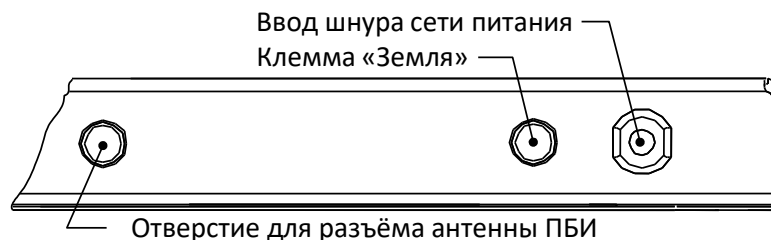

Рисунок 3 - Вид сзади
На задней стенке основания (рисунок 3) находятся: отверстие для установки антенны ПБИ, клемма «Земля», для заземления аппарата, и ввод для шнура сети питания.
3.1.2 Если аппарат эксплуатируется совместно с ПБИ1, подключить к разъёму, установленному в отверстие для антенны ПБИ (рисунок 3 на странице 5), антенну из комплекта принадлежностей.
3.1.3 Заземлить аппарат подключением к клемме заземления (рисунок 3 на странице 5). В качестве шины заземления использовать контур заземления.